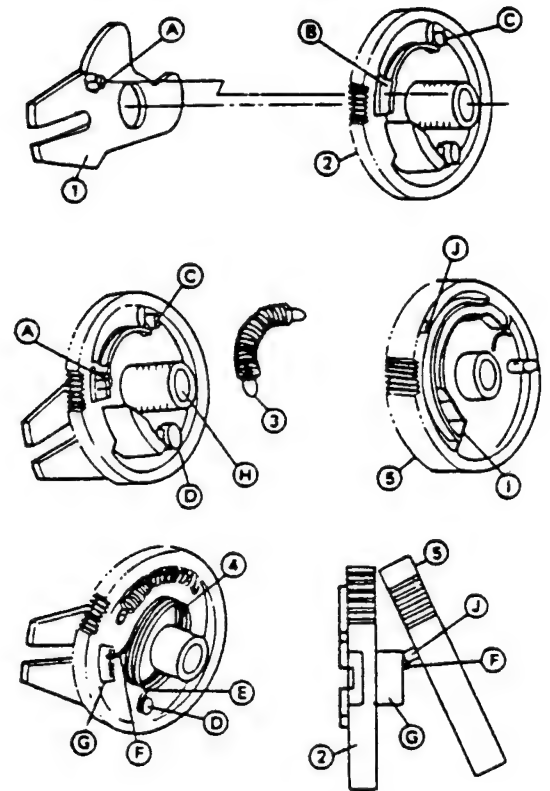

Abbildung 1-3.
• Zusammenbauen der Schneckerradeinheit (Abb. 1-3)
1. Den Zapfen ① des Antriebsarms ① in das Loch ② des Antriebszahnrad ② einsetzen.
2. Beide Enden der Antriebsfeder ③ in den Zapfen ① des Antriebsarms bzw. in den Zapfen ③ des Antriebszahnrad einhaken.
3. Ein Ende ④ der Antriebspendelfeder ④ in den Zapfen ⑤ der Antriebszahnradeneinheit einhaken und das andere Ende ⑥ der erwähnten Feder am Zapfen ⑥ des Antriebszahnrad befestigen; dabei das Ende ⑦ der Antriebspendelfeder mit der Hand festhalten.
4. Den Zapfen des Schnecken ⑤ am Zapfen ⑥ des Antriebszahnrad anbringen.
5. Mit Hilfe eines spitz zulaufenden Schraubenziehers das Ende ⑧ der Antriebspendelfeder in den Zapfen ⑨ des Schneckenrad einhaken; sicherstellen, daß beide Enden der Antriebspendelfeder in die jeweiligen Zapfen der Antriebsradeinheit eingehakt sind.
6. Das Antriebszahnrad mit der Hand festhalten und dabei das schneckenrad mit der anderen Hand entgegen dem Uhrzeigersinn drehen. Der Zapfen ③ des Antriebszahnrad greift dann in das Loch ① des Schneckenrad ⑤ ein. (Das Schneckenrad dreht sich nicht rückwärts, sondern es rutscht eher von der Achse ⑧ des Antriebszahnrad. Um dies zu vermeiden, sowohl das Antriebszahnrad als auch das Schneckenrad mit der Hand festhalten.)